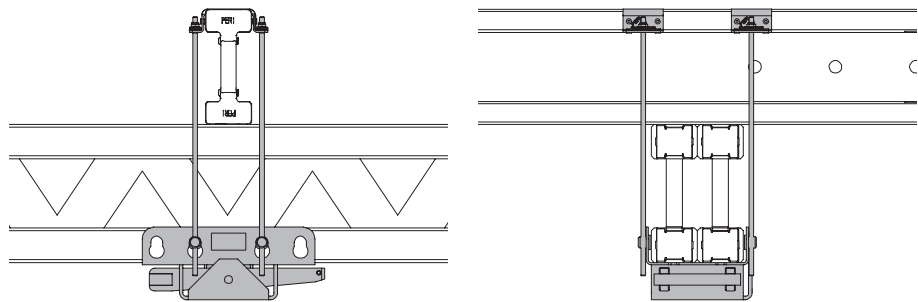

Fig. B2.03
(Fig. B2.03)
3. Appoggiare 4x trave VT 20K (5a) come orditura primaria sulle teste per tavoli TK (26) e allinearle accuratamente agli elementi di battuta. (Fig. B2.03)